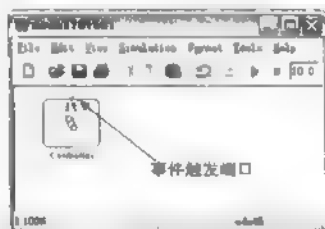

图 16.22 增加触发事件的系统
② 选择其中的 Trigger 选项为 Either。
③ 单击 OK 按钮, 改变和关闭属性对话框, 如图 16.22 所示。
(7) 向 Stateflow 图表传递一个触发事件。